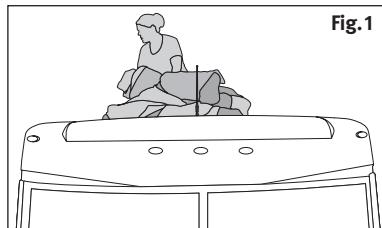
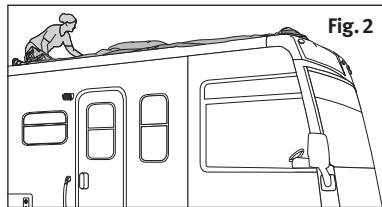

Fig. 1
Fig. 2
2. Salire sul tetto con la debita cautela ed estrarre la copertura dalla borsa (fig. 1). Collocare la copertura arrotolata sul davanti, al centro del camper e srotolarla lungo la mezzeria, in direzione della coda del mezzo (fig. 2).